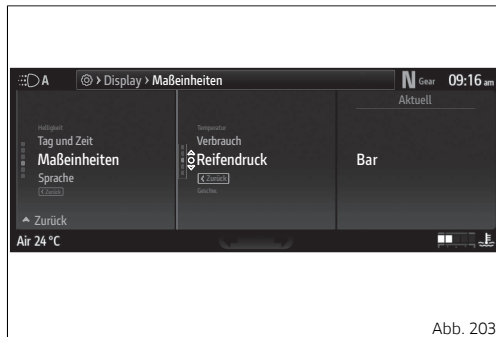

Abb. 203
- Die Angabe „Reifendruck“ (Abb. 203 S.243) markieren, dann die Taste ○ drücken.